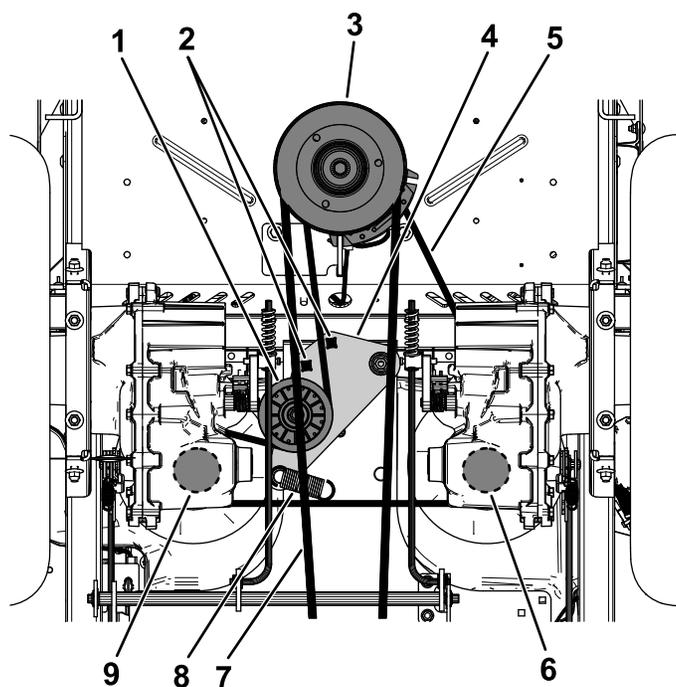

Figura 60
- Utilize uma lingueta de $\frac{1}{2}$ pol. ou uma barra disjuntora num dos furos quadrados no braço intermédio para remover a tensão na mola intermédia (Figura 60).
- Retire a correia existente da polia intermédia, duas polias de transmissão da bomba hidráulica e da polia do motor (Figura 60).
- Instale a nova correia em torno da polia do motor e das duas polias da bomba hidráulica (Figura 60).